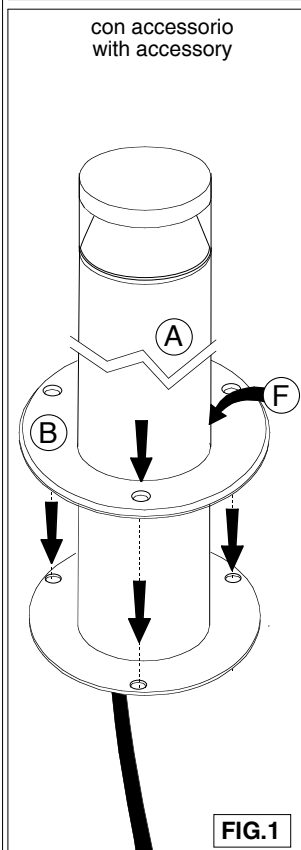

FIG.1
- Prima dell'installazione inserire dall'alto il copri base in acciaio inox **B**, facendo attenzione a non segnare l'apparecchio **A** su tutta la superficie **(F)**. **FIG.1** (accessorio a richiesta)
- Before start the installation you should insert from the top the stainless steel base plate **B**, paying attention not to damage the body **A** on the entire surface **(F)**. **FIG.1** (accessory on request)